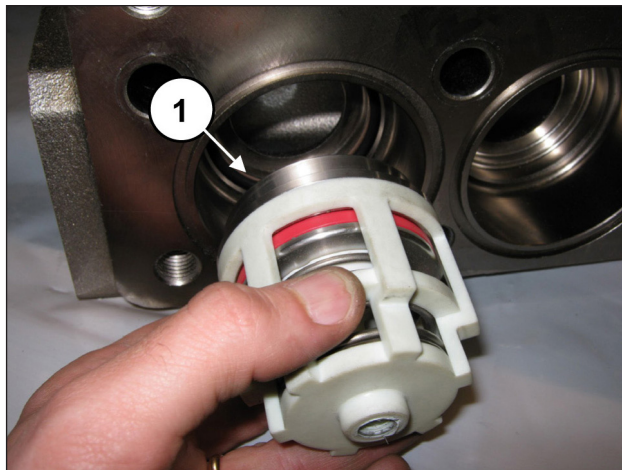
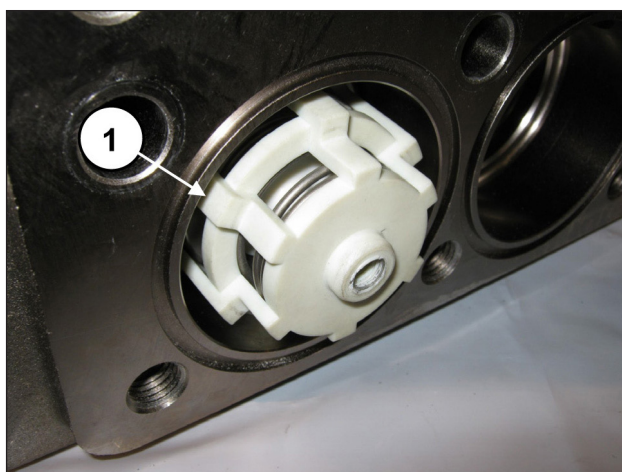

Рис. 155
Рис. 156
Убедитесь, что уплотнительное кольцо круглого сечения и упорное кольцо правильно сели на свои места. Вставьте всасывающий клапанный узел (поз. ①, Рис. 155). Клапанный узел в сборе должен быть вставлен до упора и выглядеть, как на поз. ①, Рис. 156.